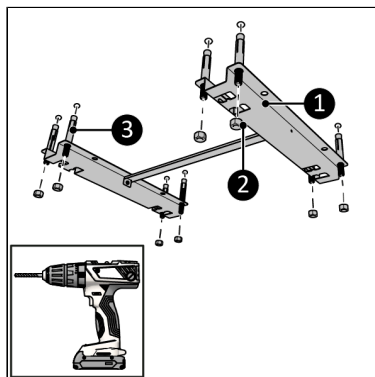

Figure 82.
4. Placez le support contre le plafond et marquez les huit trous (Figure 82).
6. Placez les boulons d'ancrage (Figure 82, pos. 3).
7. Fixez fermement le support (Figure 82, pos. 1) au plafond avec les huit écrous (Figure 82, pos. 2).